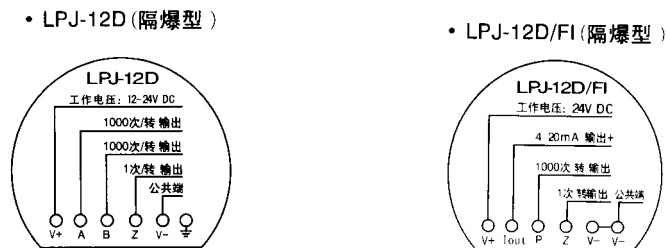

图 5 接线端子图
- a) 根据所使用的电脉冲转换器的型号，按图 5 所示端子连接导线。